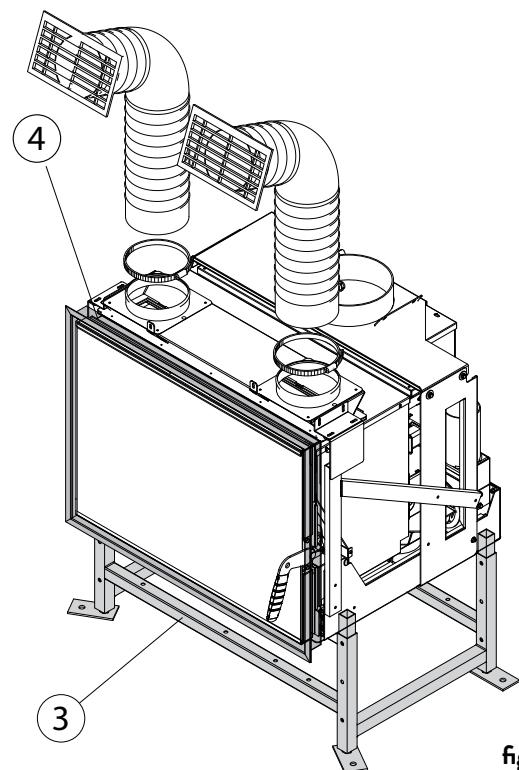

fig. 6.4.3
- C) Set zoccolo „3" (fig. 6.4.3)
- D) Cornice di finitura „4" (fig. 6.4.3)